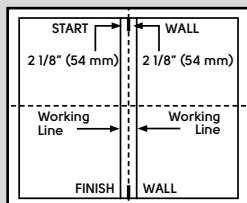

Fig. 2
2. Mesurez une distance de 54 mm (2 1/8") à gauche et à droite de la marque du milieu aux deux extrémités de la pièce et tracer une ligne à la craie (Figure 2).